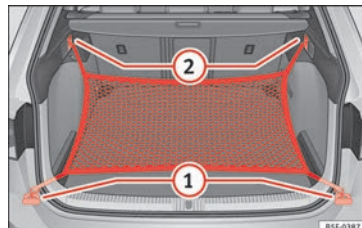

Fig. 182 En el maletero: argollas ① y ganchos ② para enganchar la bolsa de red (modelo LEON ST).
- Fije los ganchos cortos de la red en las argollas de amarre » » » **fig. 182** ① » » » ⚠. La cremallera de la bolsa tiene que quedar hacia arriba.
- Fije las cintas en los ganchos para colgar bolsas ②.